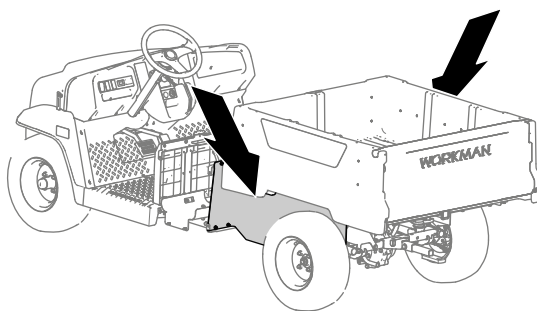

**Figure 11**
6. Retirez les 2 boulons à embase (5/16 x 3/4") qui fixent le support de la batterie au cadre et les 4 vis Torx (M6 x 22 mm) qui fixent le panneau latéral droit, puis déposez le panneau (Figure 11).
**Remarque:** La batterie de dépose avec le panneau latéral droit, comme montré à la Figure 11.